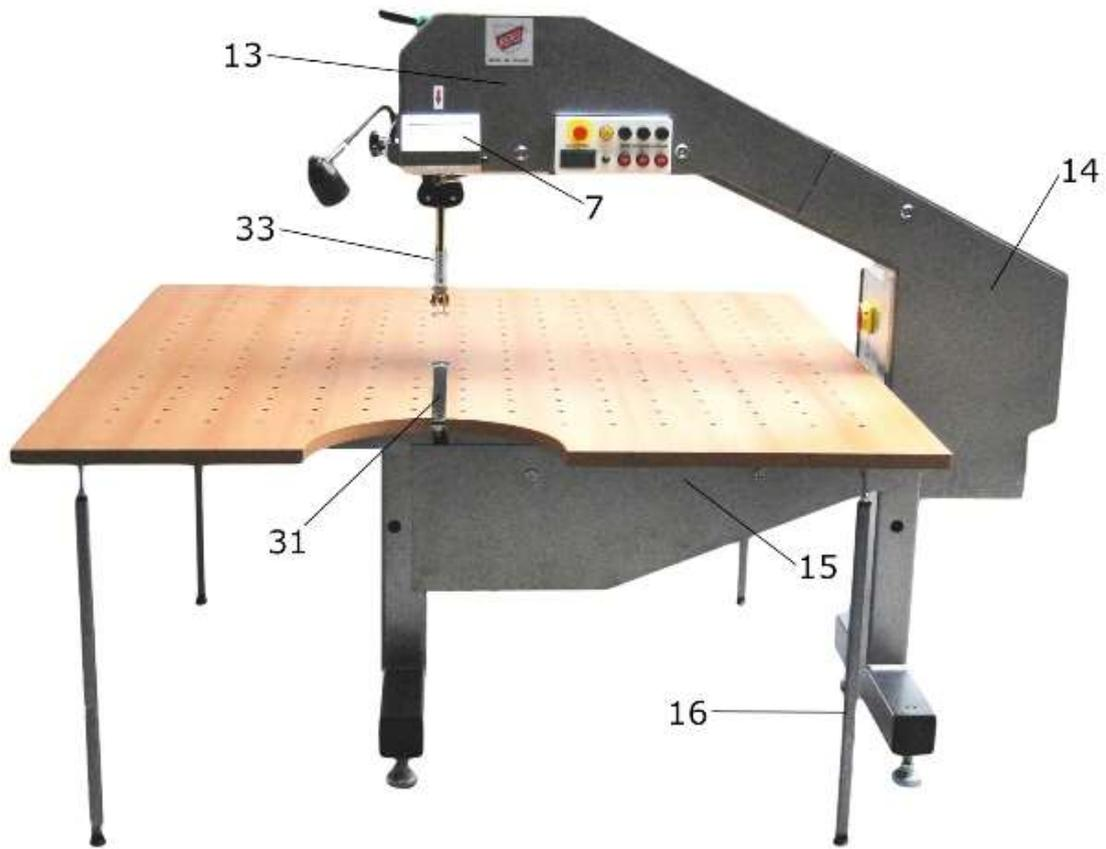
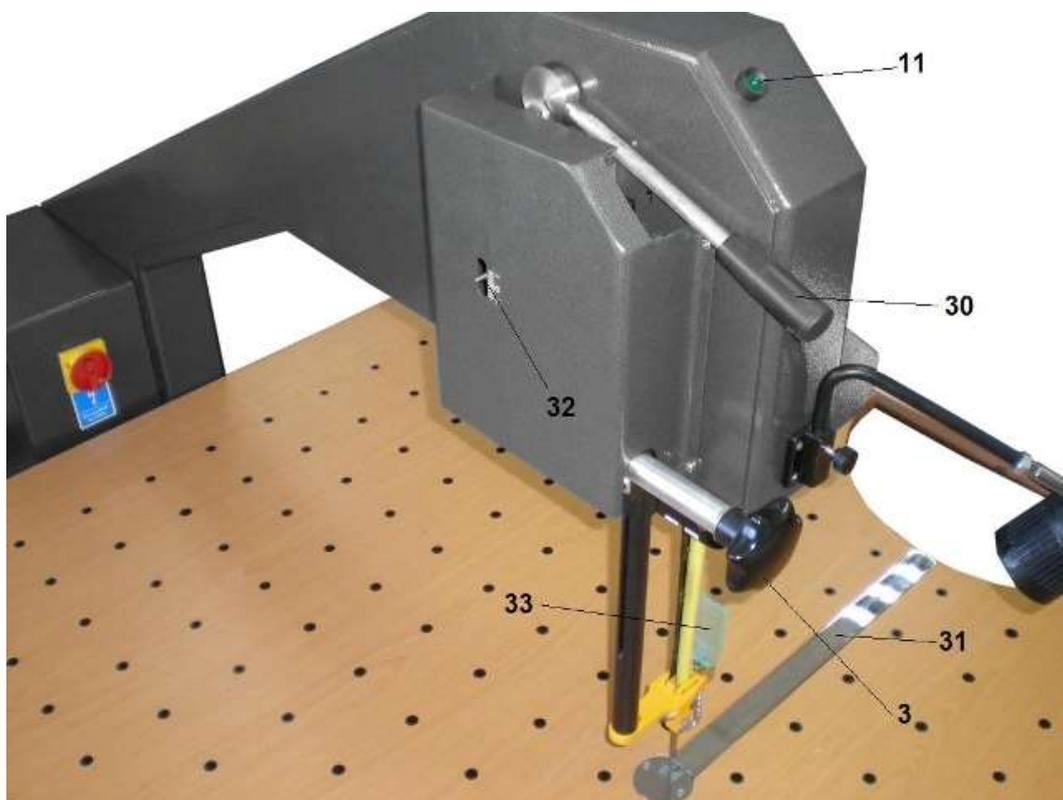
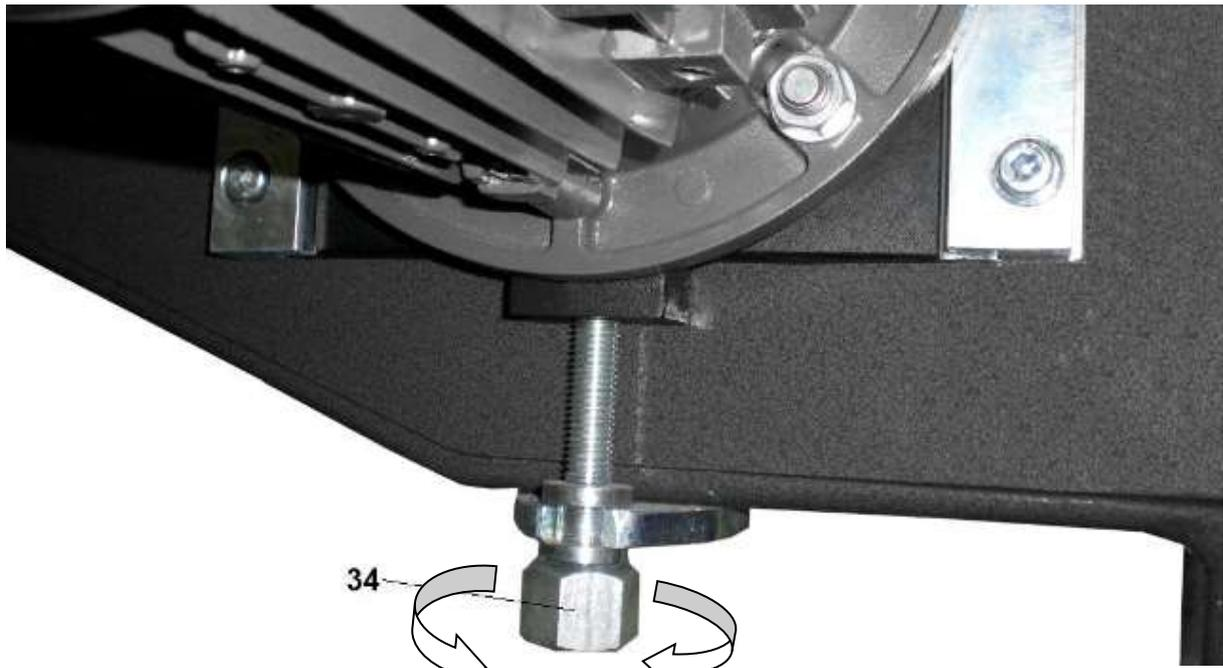

Рис. 4.
Рис. 5.
Рис. 6.
- рычаг натяжения ленты (30) рис.5. переставить в нижнее положение (ослабить натяжение ленты),
- открыть крышки кожухов раскройной машины в следующей последовательности рис.4.: заточного устройства (7), верхняя (13) и средняя (14) нижняя (15)
- провести демонтаж рис. 4.: вынуть планку (31) из плиты стола, защиту ленты (33), правую ногу (16), а также (если есть) шланг пылесоса,
- переставить рычаг (30) (натянуть ленту),
- провести регулировку натяжения ленты рис. 5 и рис. 6:
- ✓ определить положение указателя (32),
- ✓ круча винтом (34), с помощью ключа 24 мм, в право - передвинуть указатель (32) в позицию „+” - а в лево - в позицию „-” ,
- ✓ правильное натяжение ленты получается при установлении указателя (32) в позиции „0”
- Снять защиту (33) рис.4 с верхнего регулировочного устройства.
- Ключом 8 мм ослабить гайку оси (40) боковой (левой, а потом правой) направляющей (41).
- Покручивая ось (41) установить зазор 0.75 мм (0.45 мм толщина ленты плюс 0.30 мм щель) между боковой направляющей, а режущей лентой (1).
- Заблокировать ось гайкой (40).
- Шестигранным ключом 4 мм ослабить винт (42).
- Покручивая ось (43) установить зазор 0.50 мм между задним подшипником, а задней частью режущей ленты (1).
- Докрутить винт (42).